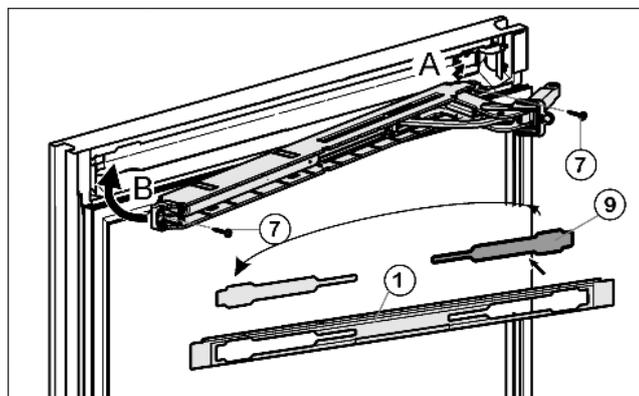

Fig. 15
- ▶ Staccare la copertura Fig. 15 (9) dal pannello Fig. 15 (1) e inserirlo di nuovo sull'altro lato.
- ▶ Agganciare l'unità dell'ammortizzatore di chiusura con lo snodo nel lato cerniera (A) e orientare verso l'interno (B).
- ▶ Avvitare l'unità dell'ammortizzatore di chiusura (2 x Torx® 15) Fig. 15 (7).